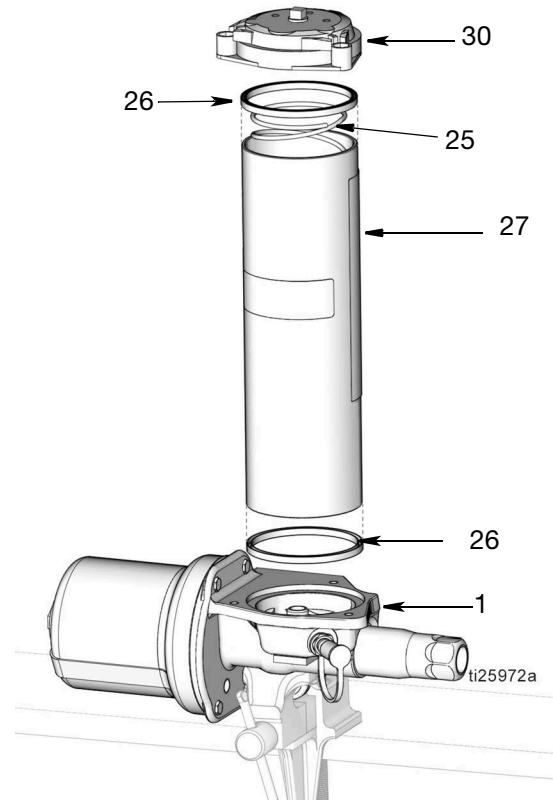

FIG. 14
11. Desmonte el depósito (27) de la base de la bomba (1) (FIG. 14). Si se van a cambiar las juntas del depósito (26), desmóntelas del depósito. Deseche las juntas según la normativa para una eliminación adecuada.